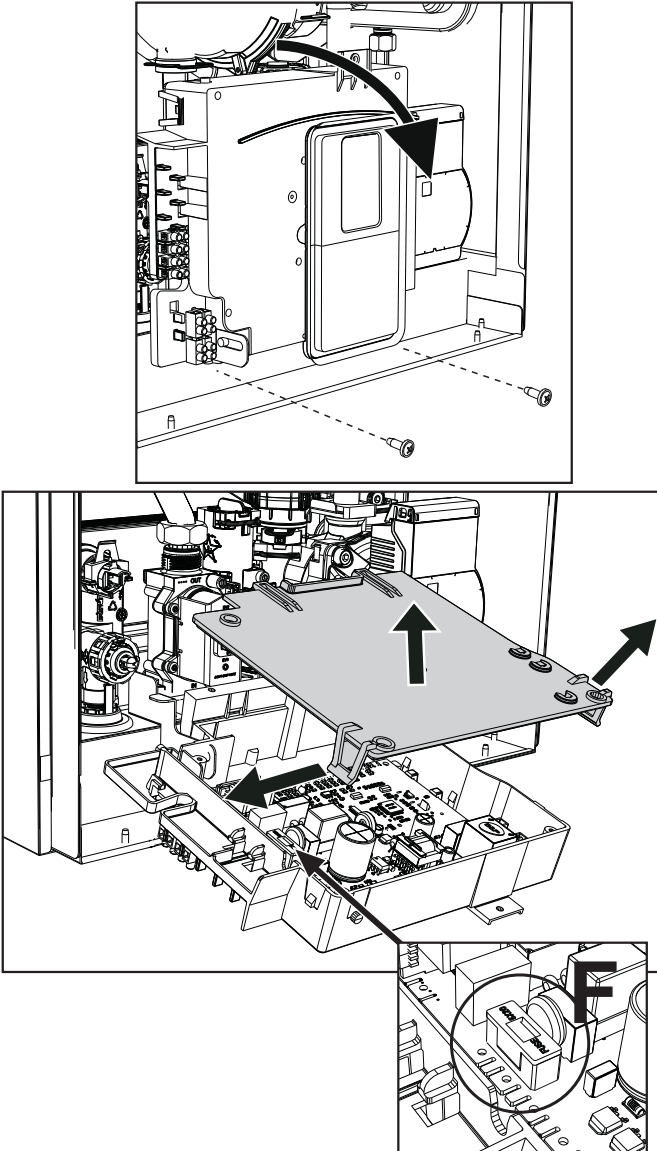

fig. 30
Seguendo le indicazioni di fig. 30, è possibile accedere al fusibile (F).